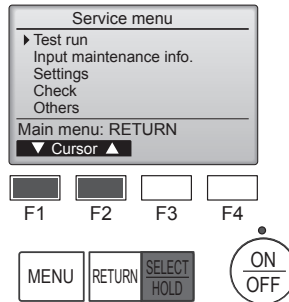

Fig. 7-1
1. Dans le Menu SAV, sélectionnez "Test run" (Test fonctions) puis appuyez sur la touche [SELECT/HOLD] (SÉLECTION/EN ATTENTE). (Fig. 7-1)